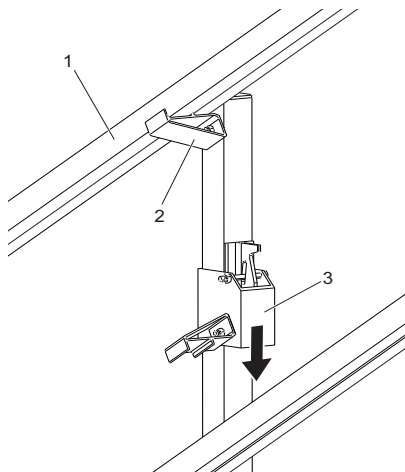

Abb. 12: Zweiten Geländerrahmen auflegen
1. Ersten Geländerrahmen auf die oberen Aufnahmen (Abb. 12/2) der Giebelkonsole legen.
2. Versetzt zum ersten Geländerrahmen den zweiten Geländerrahmen (Abb. 12/1) auf die oberen Aufnahmen der Giebelkonsole legen.
3. Untere Aufnahmen (Abb. 12/3) nach unten auf die unteren Leisten der Geländerrahmen schieben und ausrichten.